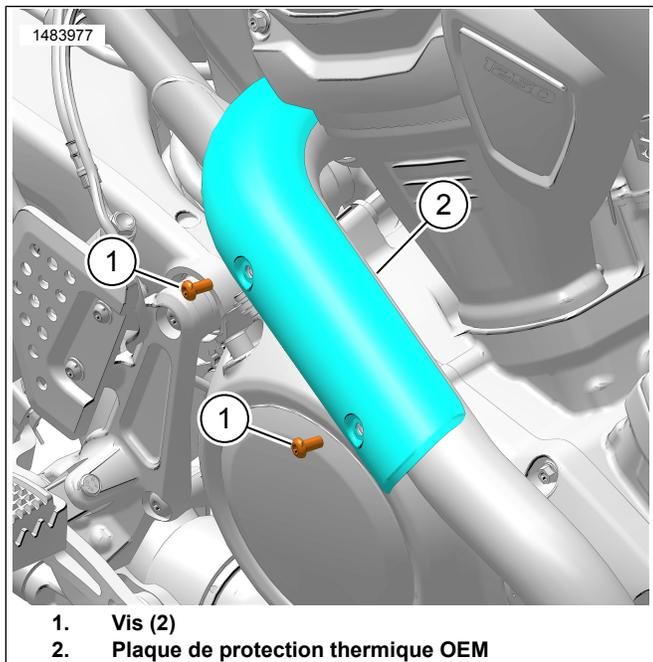

Figure 2. Plaque de protection thermique OEM
1. Figure 2 Retirez et jetez les vis (1).
2. Retirer la plaque de protection thermique OEM (2).